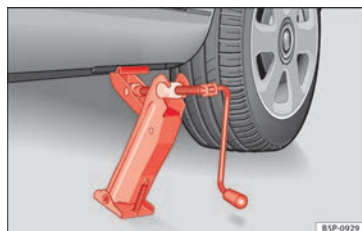

Fig. 159 Posizionamento del cric.
- Applicare il cric in modo che la staffa faccia presa in corrispondenza della nervatura del montante inferiore e che la base mobile appoggi bene a terra » fig. 159.